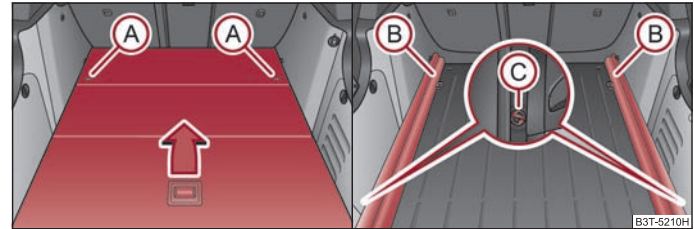

Fig. 85 Portbagajul: Demontarea podelei variabile / Demontarea șinelor de susținere
- Deblocați podeaua variabilă rotind inelul de siguranță A ⇒ fig. 85 spre stânga circa 90°.
- Deblocați șinele B ⇒ fig. 85 rotind inelele de fixare C spre dreapta circa 90°.